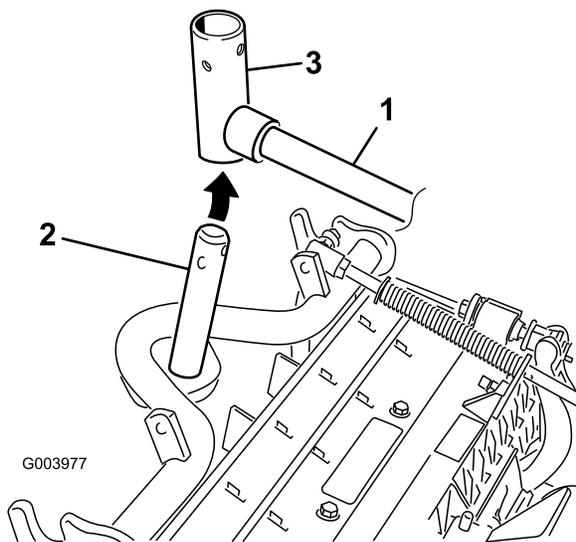

Рисунок 7
7. При установке передних режущих блоков передвиньте режущий блок под подъемным рычагом, одновременно вставляя вал несущей рамы вверх в вилку оси поворота подъемного рычага (Рисунок 7).
- B. Вставьте вилку подъемного рычага в вал несущей рамы (Рисунок 7).